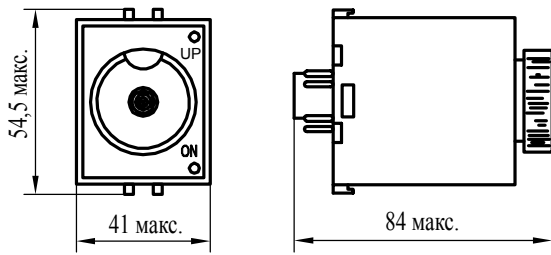

Рисунок 1. Габаритные и монтажные размеры JSZ3A-, C-, F, K, Y
- 5.1 Габаритные и монтажные размеры: см. рис. 1–4;